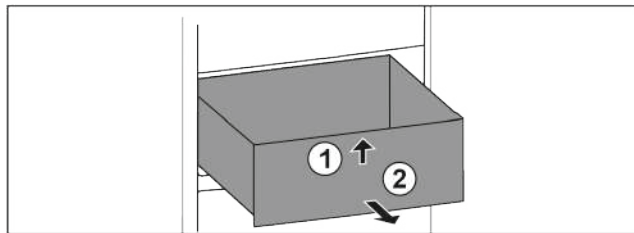

Fig. 17
- Підняти вперед Fig. 17 (1).
- Витягнути вперед Fig. 17 (2).